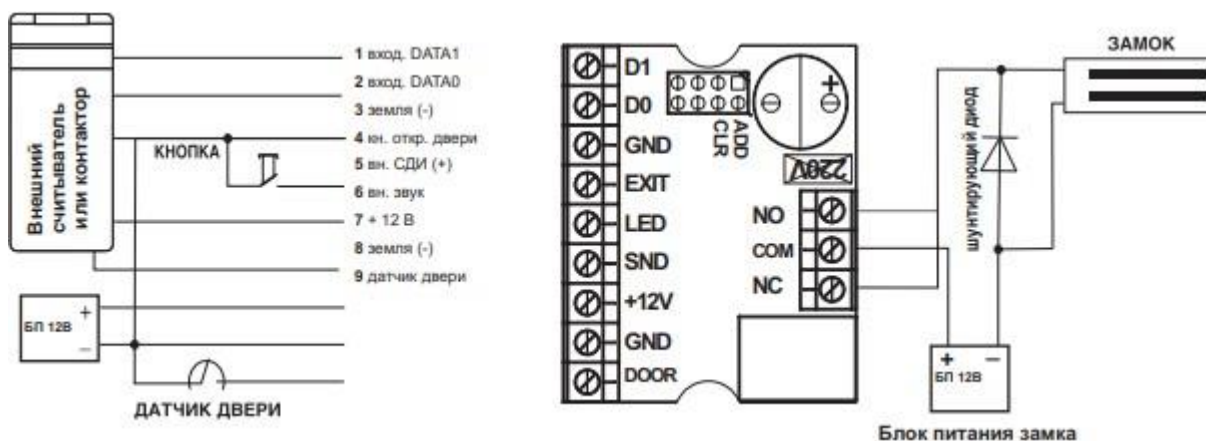

Рис.6 Подключение внешних устройств.
Важно! Для защиты контактов реле от выгорания при подключении индуктивной нагрузки в виде электромагнитного или электромеханического замка следует параллельно обмотке замка установить шунтирующий диод, входящий в комплект поставки (см. рис.6).
6.6.4. Установите шунтирующий диод (рис.6) в случае использования индуктивной нагрузки (электромагнитный или электромеханический замки).